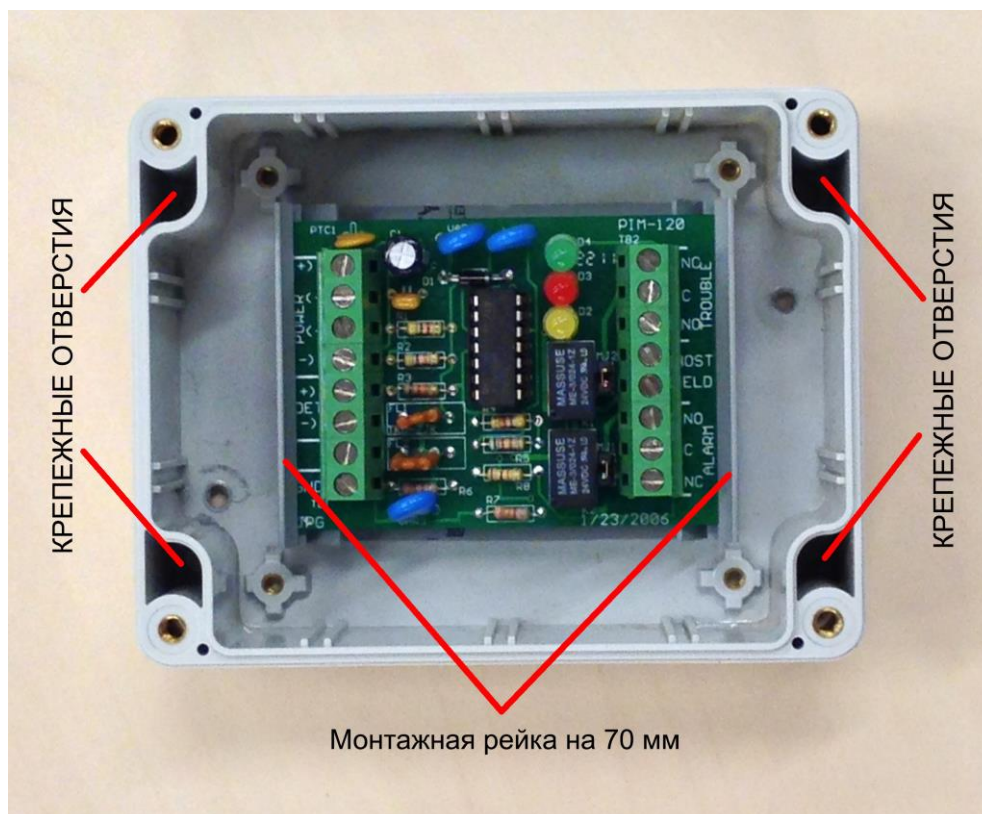

Рис. 2. Модуль PIM-120 в монтажном боксе
4.1 Модуль контролирует состояние одного термокабеля. На плате модуля имеются индикаторы режима работы термокабеля. Красный светодиод индицирует режим "ПОЖАР", желтый светодиод - режим «НЕИСПРАВНОСТЬ», зеленый светодиод – наличие напряжения питания. При снятой перемычке МЖ3 модуль транслирует состояние термокабеля через релейные выходы «ПОЖАР» и «НЕИСПРАВНОСТЬ». При установленной перемычке МЖ3 сигнал «Пожар» запоминается до сброса по питанию или до снятия перемычки МЖ3. К прибору модуль подключается по четырехпроводной схеме, аналогично подключению линейных дымовых извещателей с релейными выходами. Переход модуля в режим «ПОЖАР» происходит при замыкании проводников термокабеля. Возврат модуля в дежурный режим происходит автоматически после устранения причины, вызвавшей переход в режим «ПОЖАР». Сигнал «НЕИСПРАВНОСТЬ» формируется при обрыве термокабеля и при отключении напряжения питания, т.е. в дежурном режиме реле «Неисправность» находится под током. Интерфейсный модуль ПИМ-120 размещается в монтажном боксе из поликарбоната с прозрачной крышкой и герметизирующей прокладкой (рис. 2, 3).